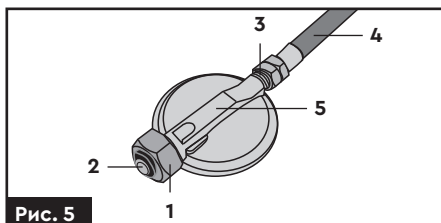

Рис. 5
4. Перевірте наявність та цілісність гумової прокладки (1) та фільтрувальної сітки (2) на входному штуцері регулятора тиску газу (рис. 5).
- Під'єднайте другий кінець газового шлангу (4) до вихідного штуцера регулятора тиску газу (5) і надійно затягніть ключем гайку газового шлангу (рис. 5).
Здійснюйте правильний монтаж регулятора тиску газу. Напрямок потоку газу позначений стрілкою на регуляторі (5) (рис. 5)!